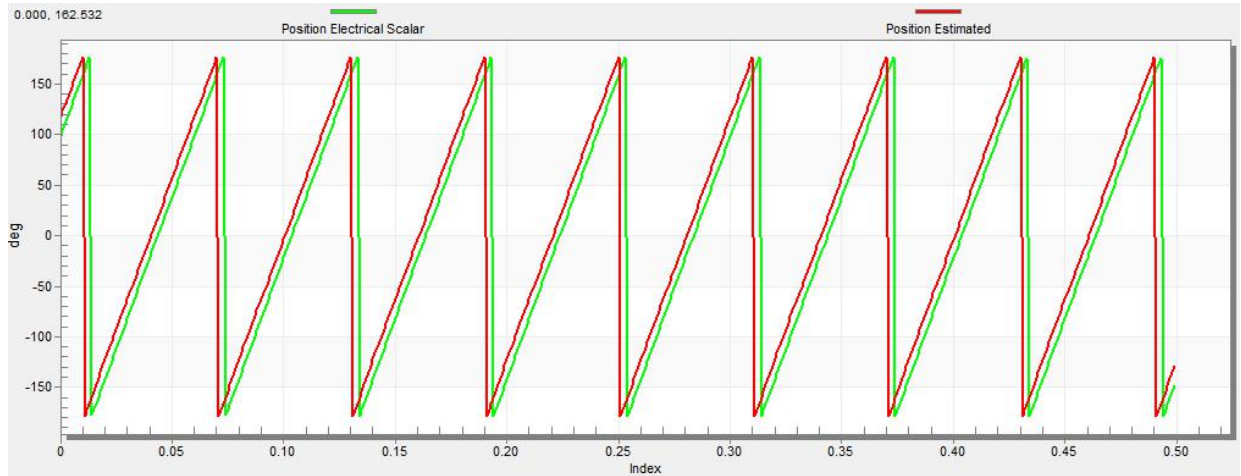

图20.生成和估计的位置
6. 选择“位置”录波器以检查观测器功能。“标量电角度”和“估计位置”之间的差异应该是最小的 (见图20) 使反电动势位置和速度观测器正常工作。位置差异取决于电机负载。负载越高, 由于负载角, 位置之间的差异越大。